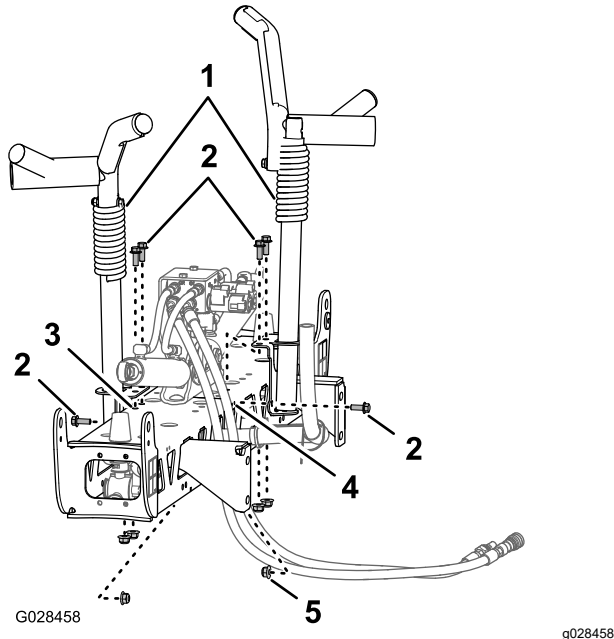
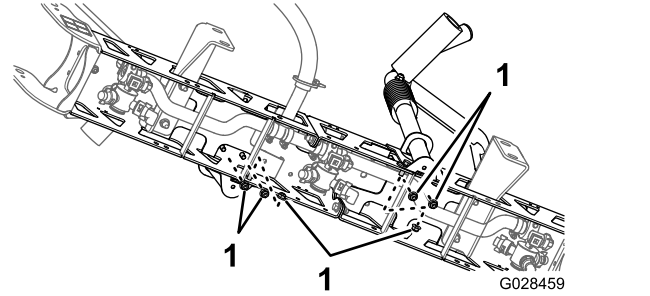

Figura 37
Figura 38
2. Alinee los soportes de transporte del brazo con la sección de brazo central (Figura 37).
3. Instale los soportes en la sección del brazo (Figura 37 y Figura 38) con 6 pernos ( $\frac{3}{8}$ " x 1") y 6 contratuercas con arandela prensada ( $\frac{3}{8}$ "